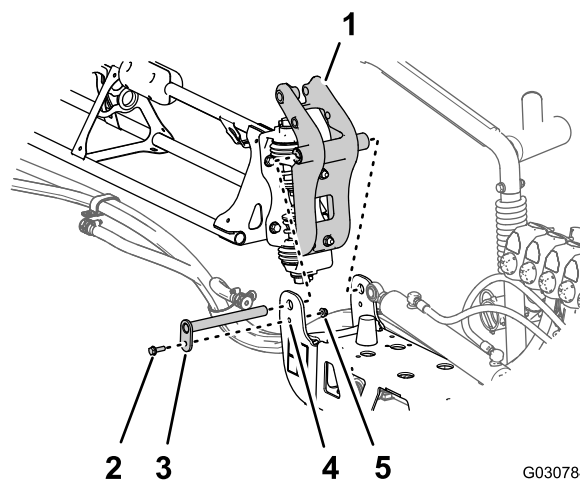

Figura 121
3. Allineate le boccole nel raccordo orientabile con i fori nelle flange della staffa orientabile all'estremità della sezione di irrorazione centrale (Figura 121).